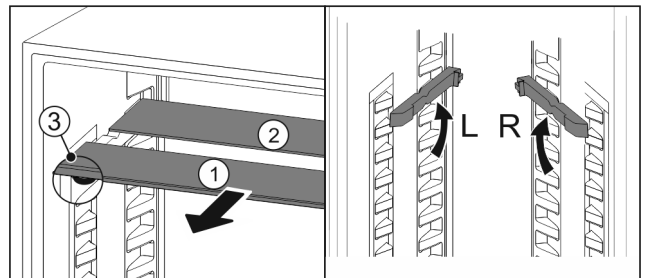

Fig. 162
- estrarre i ripiani di vetro singolarmente tirando in avanti *Fig. 162 (1)*.
- Il piano in vetro *Fig. 162 (1)* con il motivo ornamentale è nella parte anteriore.
- I fermi *Fig. 162 (3)* sono rivolti verso il basso.